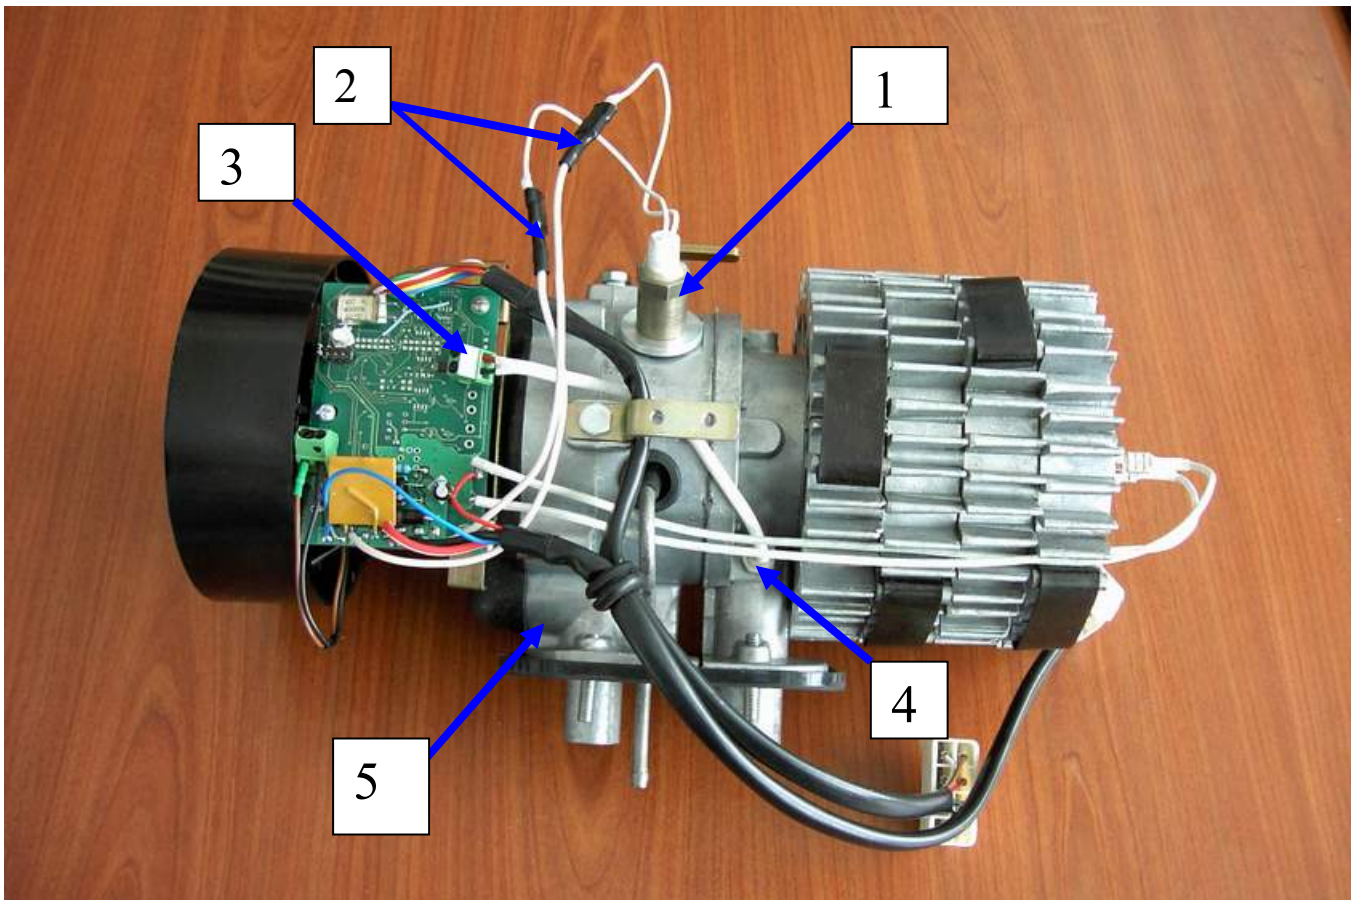

Рис.4- Замена свечи
- разъединить разъемы поз. 2 ( см. рис.4);
- отсоединить контакты проводов индикатора от разъема блока управления поз. 3 (см. рис. 4);
- вывернуть индикатор из корпуса камеры сгорания поз.4 (см. рис. 4).
- разъединить разъемы поз. 2 (см. рис.4);
- вывернуть винты крепления нагнетателя воздуха к переходнику и вынуть его из переходника поз. 5 (см. рис. 4);